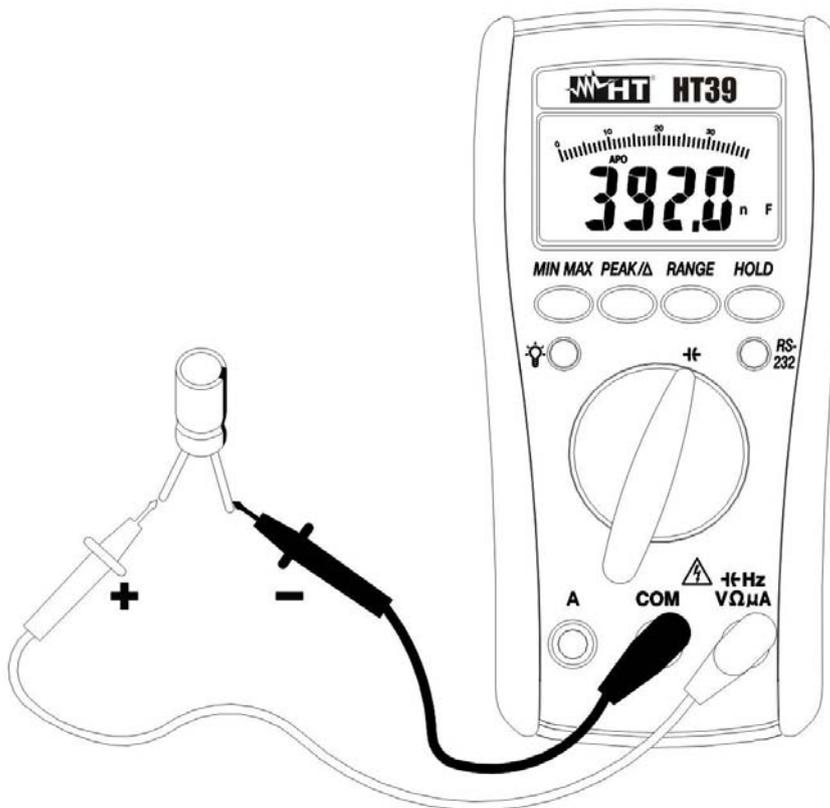

Abb. 8 Kapazitätsmessung
2. Verbinden Sie die Messleitungen wie folgt, die rote  $\rightarrow$ HzVΩμA Buchse und die schwarze in **COM** Buchse (Abb. 8).